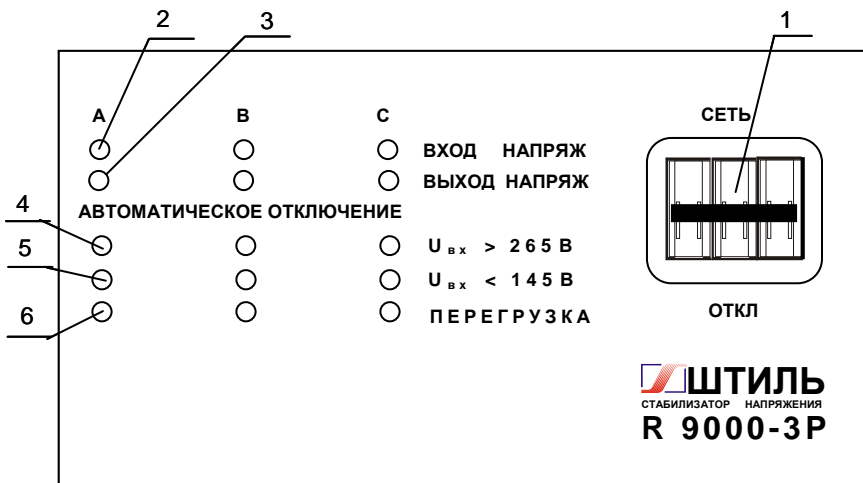

Рисунок 4.1 Передняя панель стабилизатора
На передней панели (рисунок 4.1) расположены трехканальный автомат - выключатель СЕТЬ (1) и три группы индикаторов (по одной на каждый канал): - ВХОД НАПРЯЖ (2), ВЫХОД НАПРЯЖ (3), «Uвх>265В» (4), «Uвх<145В» (5), ПЕРЕГРУЗКА (6).